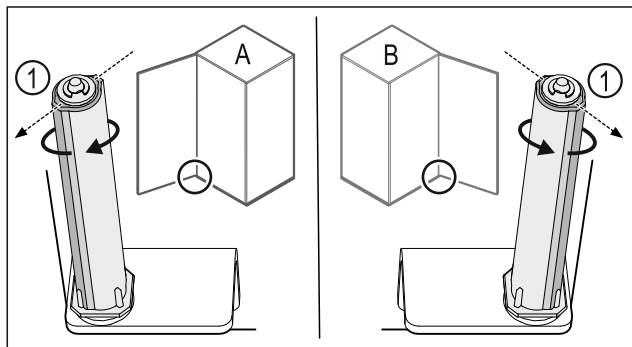

Fig. 38 Vänsterhängd (A)/högerhängd (B)
- Vrid låssystemet mot motståndet, tills låssystemets klack Fig. 38 (1) är vänd utåt.